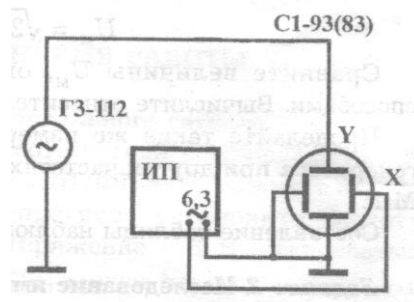

Рис.1.8. Схема для наблюдения векторного сложения колебаний.
2. Соберите схему, изображенную на рис.1.8. Подайте синусоидальные сигналы от генератора (50 Гц) на канал «П» и от источника «ИП» (с гнезд ~6,3 В) на вход «Х» *. Отключите развертку, нажав кнопку «Х» на панели «СИНХРОНИЗАЦИЯ» *. Манипулируя